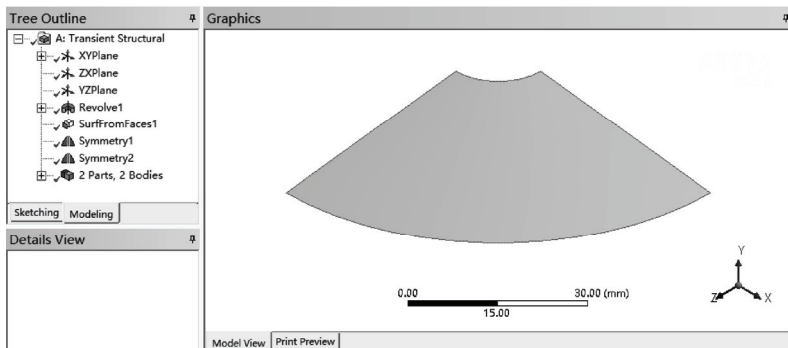

图 14-2 DM 模型
3) 双击项目 A 中的 A2 栏 Geometry, 此时会进入到 DM 界面, 如图 14-2 所示, 此时如果设计树中显示 ⚡, 表示需要生成模型, 此时进行步骤 4), 否则可直接进入步骤 5)。